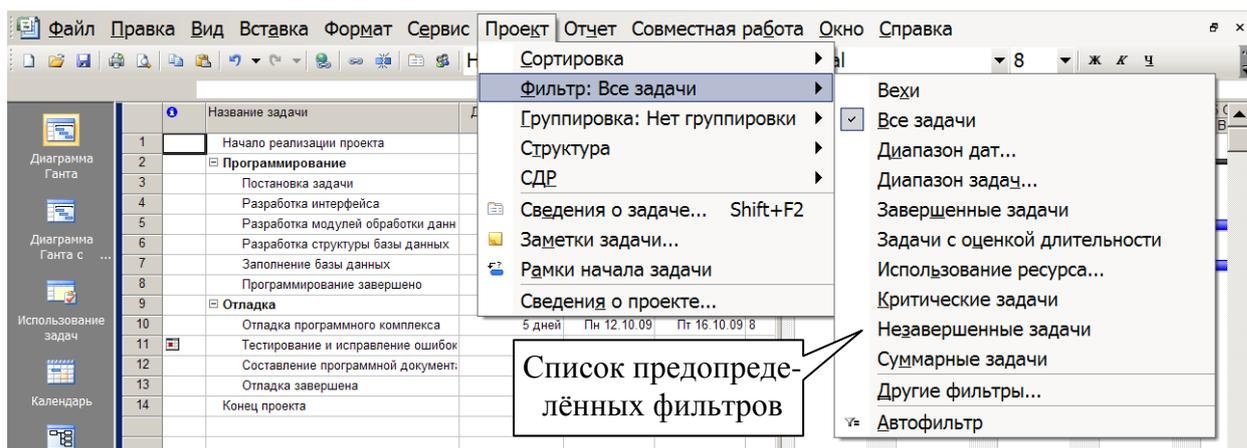

Рис.4.6. Выбор predetermined фильтра
**Предопределённый** фильтр позволяет выбрать условие отбора из списка условий, predefined разработчиками Microsoft Project. Список этих условий зависит от типа обрабатываемой таблицы (задачи или ресурсы) и находится в пункте меню *Проект/Фильтр* (рис.4.6).